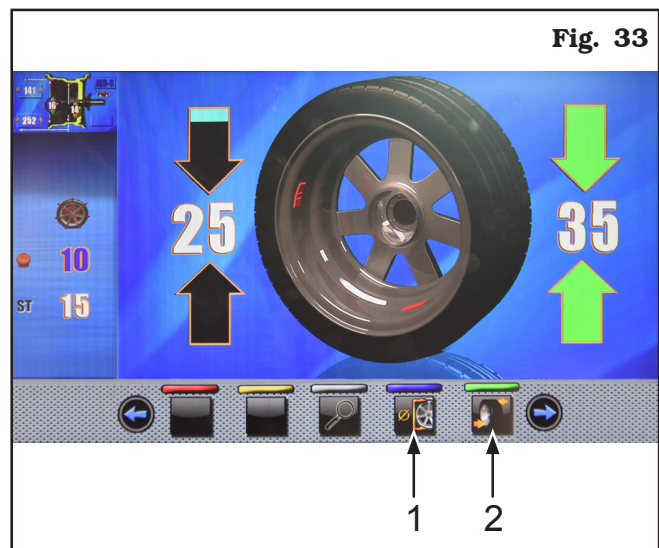

Fig. 33
- de la página aplicación pesos lado externo rueda (Fig. 33)
apretar el pulsador "programas y medición" (Fig. 33 ref. 1). Comparece la siguiente pantalla:
- Apretar la tecla  para ejecutar el nuevo cálculo del valor del peso a aplicar en la nueva posición configurada. En el monitor vuelve a aparecer la pantalla (Fig. 33) con los valores eventualmente actualizados.
- Si el operador quiere modificar el punto de aplicación del peso adhesivo "lado interno rueda", es suficiente apretar la tecla (Fig. 33 ref. 2). La rueda, el láser y la pantalla se predisponen a la aplicación de tal peso. Comparece la siguiente pantalla: